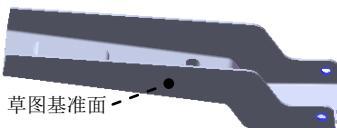

图 16.5.32 切除一拉伸 2
Step6. 创建图 16.5.32 所示的切除—拉伸 2。
(1) 选择命令。选择下拉菜单 **插入(I)** → **切除(C)** → **拉伸(E)...** 命令。
(2) 定义特征的横断面草图。
① 定义草图基准面。选取图 16.5.32 所示的表面作为草图基准面。